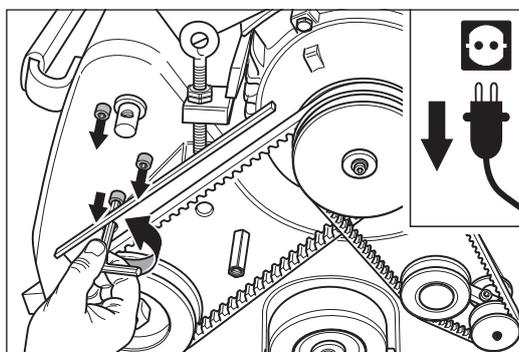

Fig. 29 Aflojar y retirar los tres tornillos Allen.
- 8 Afloje y quite los tres tornillos Allen (Fig. 29).